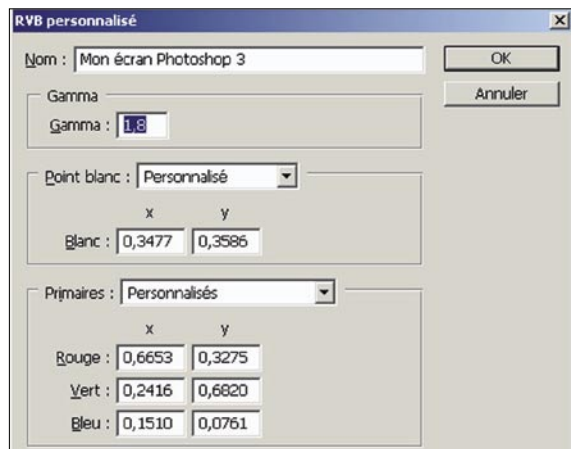

Figure 8. On pouvait informer Photoshop 3 des principales caractéristiques colorimétriques de l'écran
- On pouvait mesurer les principales caractéristiques de son écran et en informer Photoshop 3 (Figure 8),